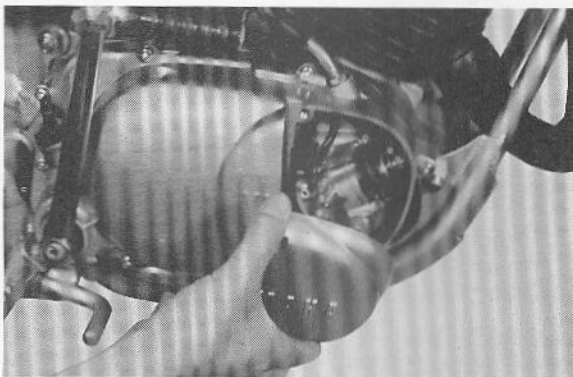

Fig. 3-1-8
1. Remove oil pump cover. (Fig. 3-1-8)
1. Enlever le couvercle de pompe à huile. (Fig. 3-1-8)